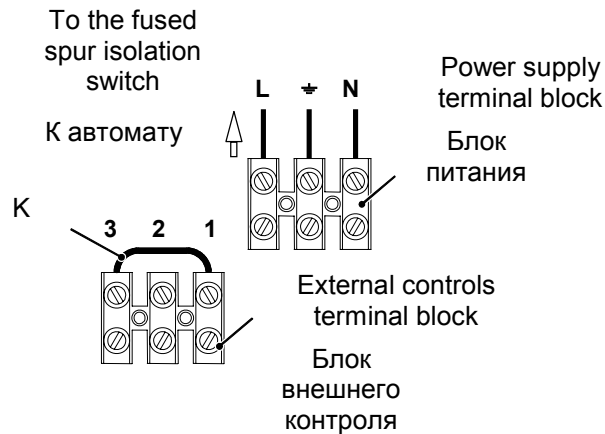

Fig. 5.14
- 5 Connect the electrical supply flexible cord coming from the fused spur isolation switch to the power supply terminal block of the boiler (Fig. 5.14) keeping the same connections for the live (brown wire) and the neutral (blue wire). External 3 A fuse or fused plug with same current rating is recommended.
- 5 Подключите кабель питания, идущий от автомата к блоку питания котла (Рис. 5.14) сохраняя правильную фазность: фаза (коричневый провод), ноль (синий провод). Рекомендуется установка внешнего 3А предохранителя или автомата с аналогичными характеристиками.
**When connecting any type of external control, the jumper K in Fig. 5.14 must be removed.**
**В случае подключения устройств внешнего контроля, переключатель K на рис. 5.14 должен быть демонтирован.**